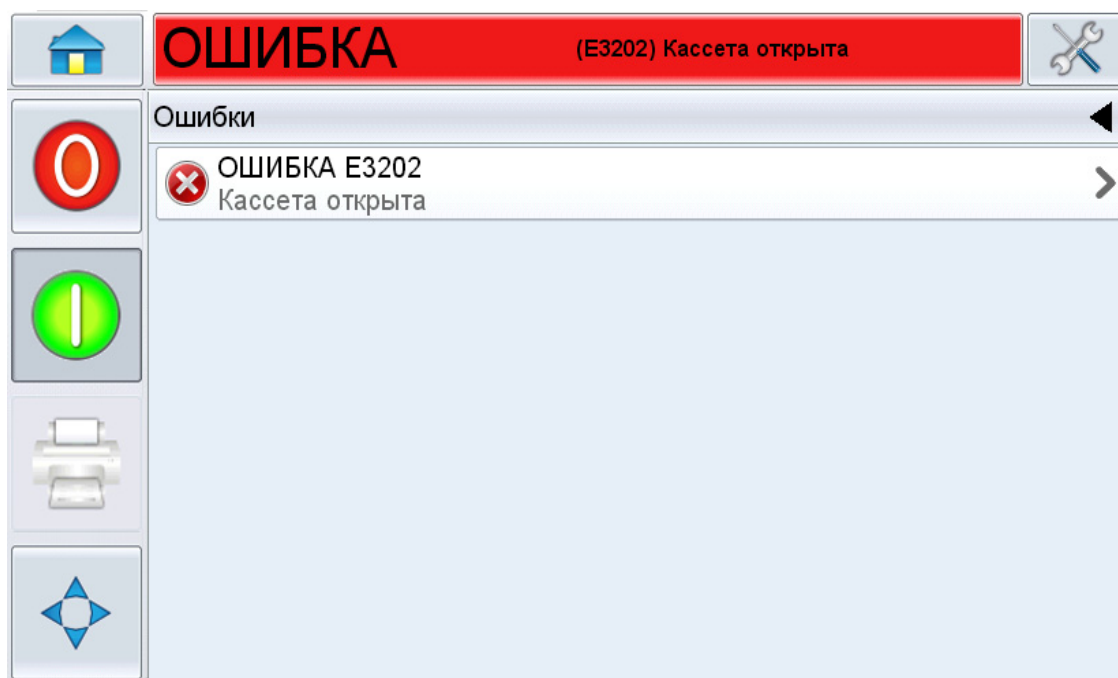

Рисунок 8-4: Выбор ошибки
1. Для просмотра перечня ошибок, нажмите сообщение красного цвета ОШИБКА (см. Рисунок 8-4).